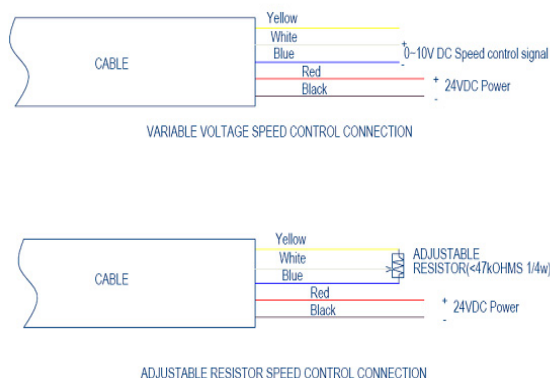

Figura 4 Collegamento del segnale di controllo regolabile della velocità
- ☐ Collegare il conduttore bianco al polo positivo e il conduttore blu a quello negativo (Figura 4).